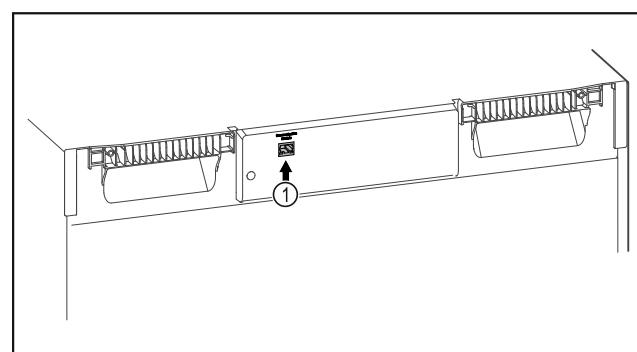

Fig. 94
- ❑ SmartModule Fig. 94 (1) установлен.